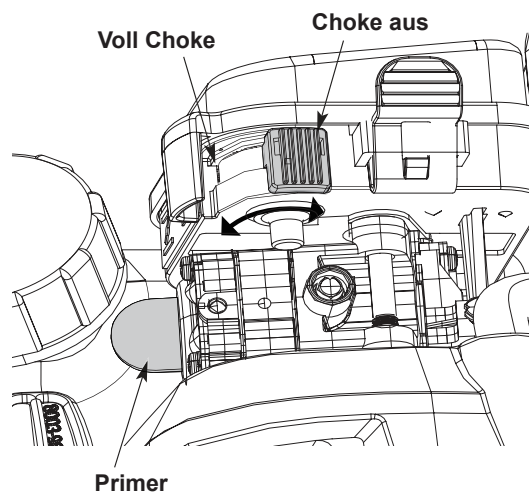

Abb. 6
3. Primer zehnmal langsam pressen und loslassen (Abb. 6).
4. Stellen Sie den Choke-Hebel auf die „Voll“ Choke-Position (Abb. 6).